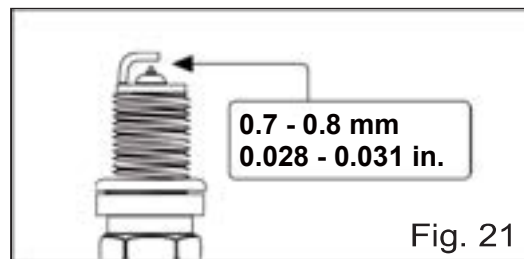

Fig. 21
5. Misurare la distanza tra gli elettrodi con un calibro per la distanza tra gli elettrodi. La distanza deve essere di 0,7 - 0,8 mm (0,028 - 0,031 pollici) (Fig. 21). Regolare con attenzione il divario se necessario.